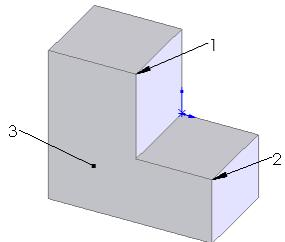

图 5-2 拉伸的图形
- 01 新建零件，绘制如图 5-2 所示的图形。
- 03 选择测量点。单击图 5-2 中的点 1，则“测量”属性管理器中便会显示该点的坐标值。
- 01** 新建零件，绘制如图 5-2 所示的图形。
- 03** 选择测量点。单击图 5-2 中的点 1 和点 2，则“测量”属性管理器中便会显示所选两点的绝对距离以及 X、Y 和 Z 坐标的差值。
- 03** 单击图 5-2 中的面 3，则“测量”属性管理器中便会显示该面的面积与周长。
01 新建零件，绘制如图 5-2 所示的图形。